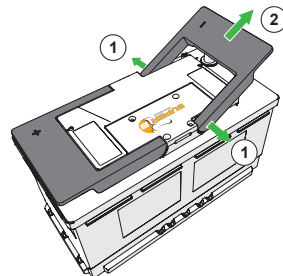

Abbildung 10. Entfernen Sie die Griffe, indem Sie sie nach außen ziehen.
- b) Entfernen Sie die Griffe, indem Sie sie nach außen ziehen. (Abbildung 10)